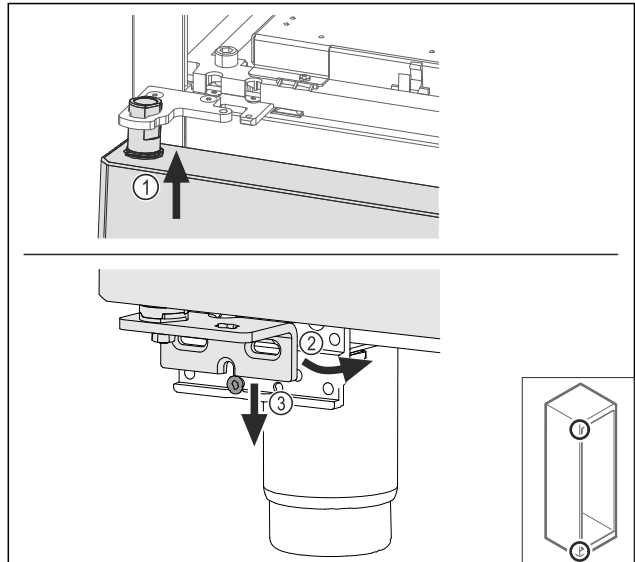

Fig. 64
- ▶ Наденете леко наклонената нагоре врата Fig. 64 (1), подравнете вратата напред Fig. 64 (2) и я поставете отдолу върху винта на опорната стойка Fig. 64 (3).